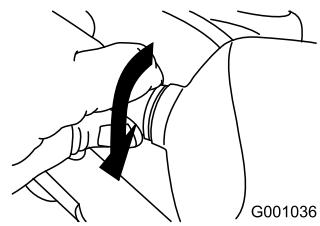

Рисунок 61
5. Поворачивайте цоколь лампы по часовой стрелке до тех пор, пока лампа не будет надежно ввернута(Рисунок 61).